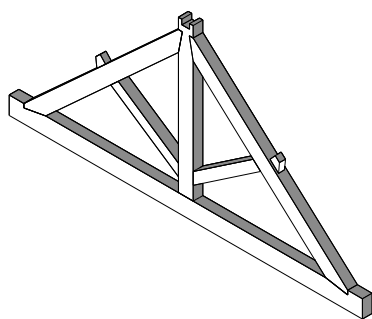
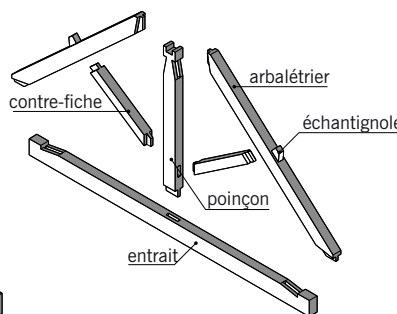

fig. 5.3
fig. 5.4
■ La **ferme** (fig. 5.3) : ouvrage, le plus souvent de forme triangulaire, constitué de pièces assemblées. La ferme porte les *pannes*, les *chevrons* et les matériaux de couverture. Les éléments constitutifs d'une ferme courante sont (fig. 5.4) :
■ L'**échantignolle** ou **chantignole** (fig. 5.4) : cale prismatique en bois clouée sur l'arbalétrier et dont le rôle est de soutenir les pannes intermédiaires.